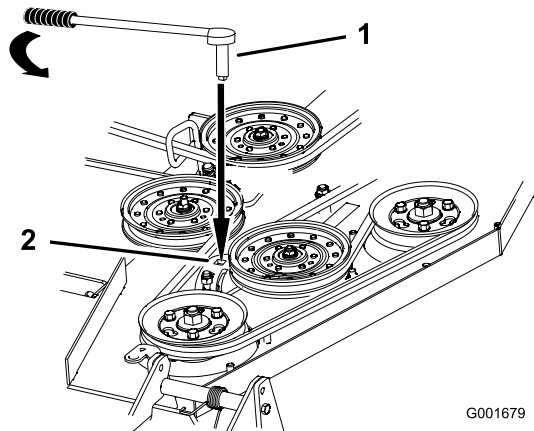

Bild 50
- Setzen Sie eine Rätzsche mit einem kurzen Griff oder ein Stemmeisen in das rechteckige Loch im fixierten Spannarm ein (Bild 50).